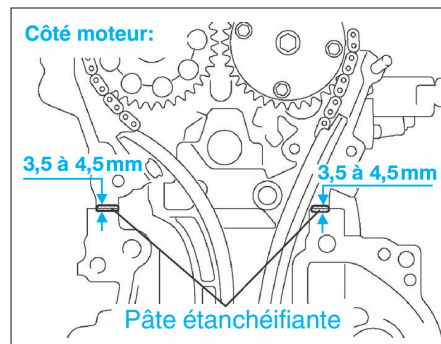

FIG. 42
- Appliquer un produit d'étanchéité sur les surfaces en contact (côte en mm)(fig. 42 et 43)